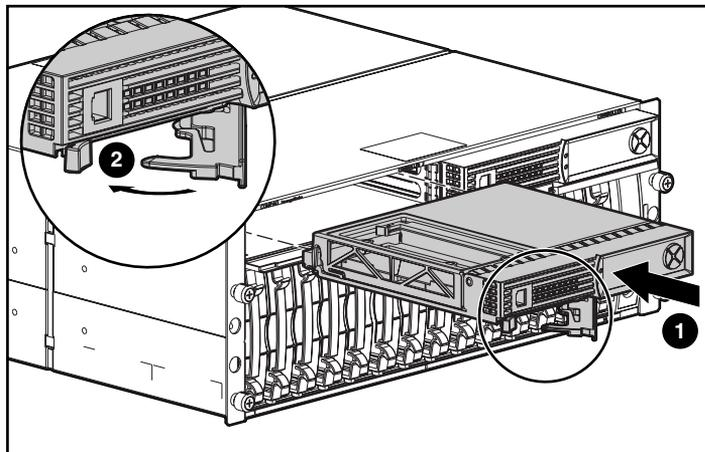

図13: 交換用コントローラをインストールする
3. 図13に示すように、交換用コントローラをシャーシに挿入します①。